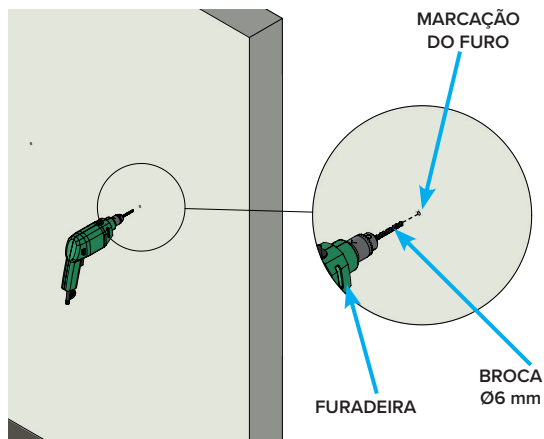

Figura 21 – Furos na parede
**4.UTILIZAR** a furadeira com a broca Ø6 mm instalada para realizar os furos (Figura 21);